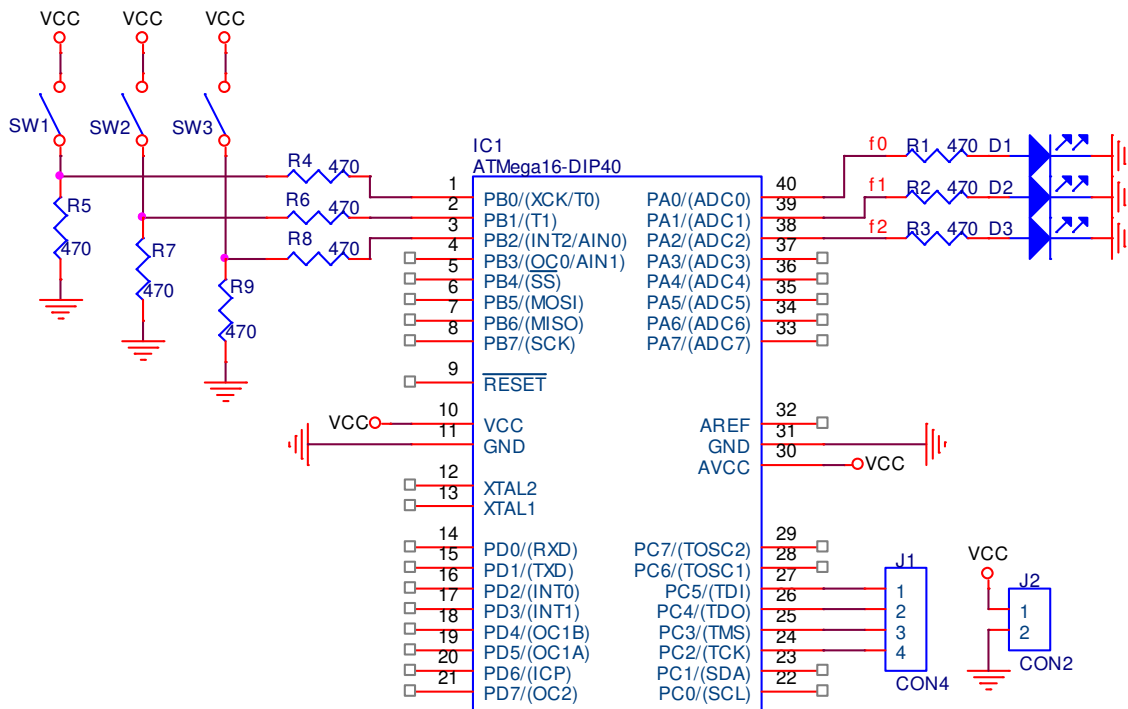
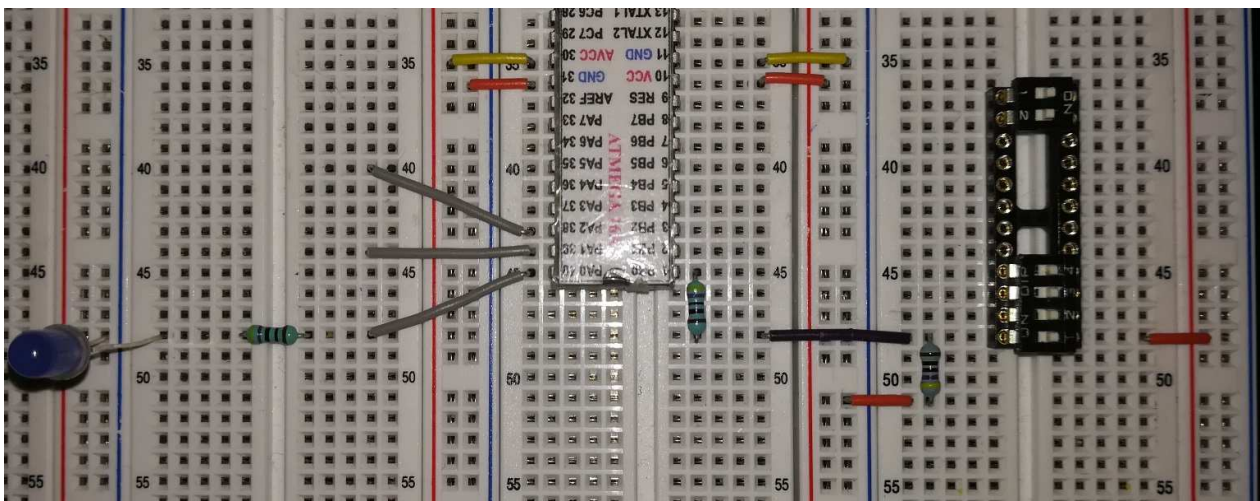

figura 2
figura 3
**Mai întâi se conectează la alimentare coloanele 5P și 2P prin intermediul liniilor 2H (vezi figura 2, lab. 2).**
Se va realiza montajul conform schemei din figura 2, iar amplasarea componentelor se va face ca în figura 3.
În figura 3 este sugerată dispunerea componentelor. În figură sunt montate toate componentele și firele folosite pentru funcția  $f_0$ . Pentru  $f_1$  și  $f_2$  sunt montate doar firele care conectează rezistențele R2 și R3 cu microcontrolerul. Remarcați **dispunerea în evantai** a firelor gri, pentru ca LED-urile să aibă loc unul lângă altul. Între perechi trebuie să existe 2, 3 găuri libere. Montați rezistențele R2, R3 și LED-urile D2 și D3.
În figura 3 este implementată și intrarea  $x_0$ . În continuare montați firele și rezistențele pentru celelalte două intrări.
**Atenție!** Din cauza **deformărilor** datorate aparatului de fotografiat neperformant anumite găuri pot apărea dezaliniat față de pinii componentelor! Implementați după schema electrică din figura 2! Schema din figura 3 este doar pentru a sugera dispunerea componentelor și a firelor.